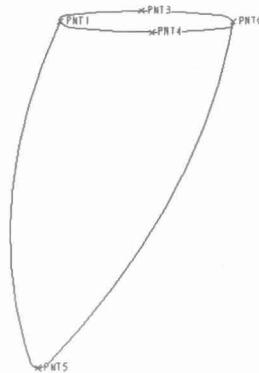

图1-46
4. 在 RIGHT 基准面与曲线相交处产生 3 个基准点，如图 1-46 所示。